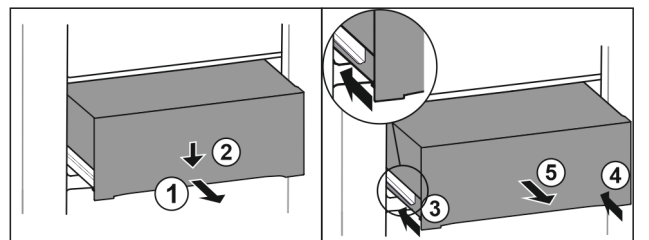

Fig. 111
- Витягніть ящик на половину. Fig. 111 (1)
- Спрямуйте висувний ящик вниз спереду. Fig. 111 (2)
- Вставте ліву рейку приблизно на 2 см. Fig. 111 (3)
- Вставте праву рейку приблизно на 2 см. Fig. 111 (4)
- Вийняти висувний ящик рухом вперед. Fig. 111 (5)